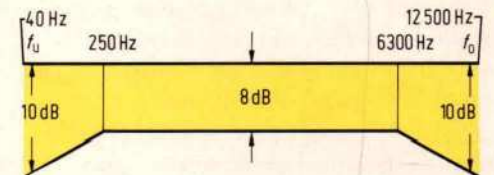

Fig. 10: Vereist frequentiebereik van radio-cassettecombinaties.
b.v. het terrein van de cassetterecorder en zulke, die minder snel verouderen, als b.v. het terrein van de versterkers. De gebruiksduur van een dergelijk geheel kan daardoor aanzienlijk worden beïnvloed. De technische eisen volgen DIN-norm 45500, blad 8, komen in grote trekken overeen met die van de afzonderlijke apparaten, waarbij de DIN-normwaarden voor de afzonderlijke apparaten worden opgeteld (fig. 10).